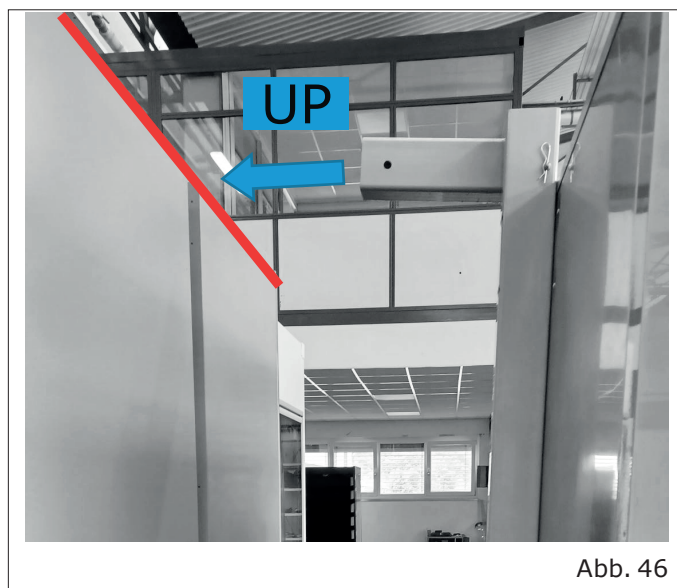
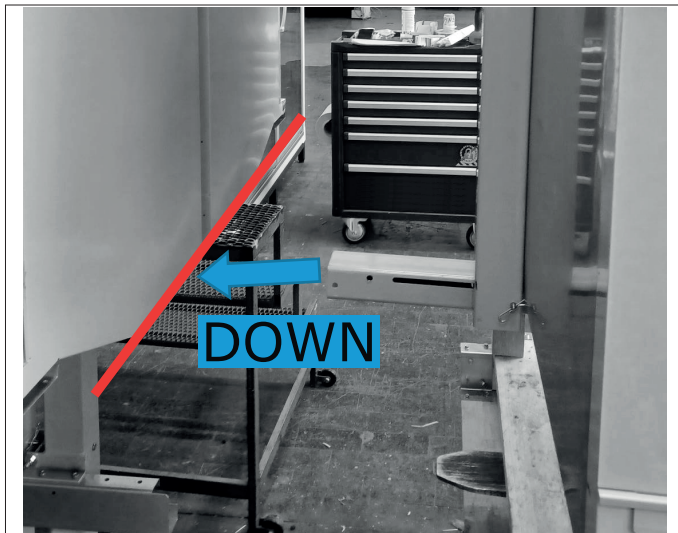

Abb. 46
Abb. 47
- Das Kühlmöbel so positionieren, dass sich der obere Längsträger oberhalb der Dachlinie der Gondel befindet ("Abb. 46") und dass sich der untere Längsträger unterhalb der Wannennlinie der Gondel befindet ("Abb. 47 , S. 31").